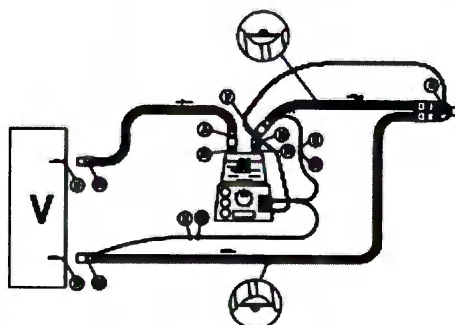

Рисунок 2
8. С помощью специального адаптера (переходника) соедините электрический коннектор провода нагрева (G) вдоха с соответствующим гнездом питающего кабеля увлажнителя (G1).
9. Если двойные дыхательные контуры используются с устройством Fisher & Paykel™* (рис. 2), красный электрический коннектор магистрали вдоха (G) соединяется с красным патрубком адаптера (G1), а синий электрический коннектор магистрали выдоха (H) – с синим патрубком адаптера (H1).